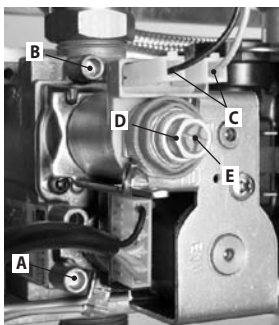

Figura 7.1
A caldaia spenta (fuori servizio), controllare la pressione di alimentazione utilizzando la presa "A" in Figura 7.1 e confrontare il valore letto con quelli riportati nella tabella Pressioni di alimentazione gas nella sezione "Dati tecnici M290L.24CM" a pag. 10, "Dati tecnici M290L.28CM" a pag. 12 e "Dati tecnici M290L.32CM" a pag. 14.
- Richiudere bene la presa di pressione "A" in Figura 7.1.
- Aprire la presa di pressione "B" in Figura 7.1 e collegare un manometro.
Per tarare la pressione al bruciatore agire sul dado esagonale grande in ottone dell'operatore modulante "D" (MAX) in Figura 7.1 (ruotando in senso orario la pressione aumenta).
- Per tarare la pressione al bruciatore agire sulla vite in plastica ("E" (MIN) in Figura 7.1) tenendo fermo il dado esagonale in ottone grande ("D" (MAX) in Figura 7.1) dell'operatore modulante (ruotando in senso orario la pressione aumenta).
- Collegare il filo di alimentazione "C" dell'operatore modulante Figura 7.1.
- Chiudere la presa di pressione "B" in Figura 7.1.